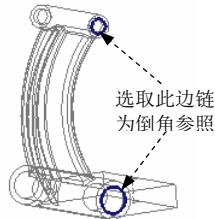

图 5.38.115 定义倒角参照
Step17. 创建倒角特征 1。单击 **模型** 功能选项卡 **工程** 区域中的  按钮，选取图 5.38.115 所示的两条边线为倒角的边线；输入倒角值 0.3。